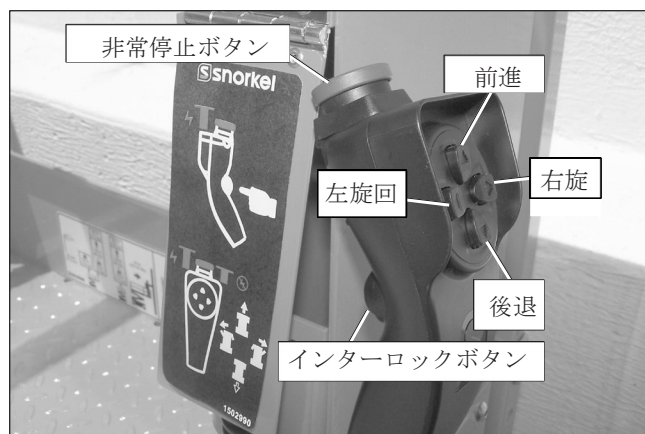

図10.3 - 積み込み操作盤
積み込み操作盤ペンダント（図10.3を参照）は、作業床の手すり上にある上部操作ボックスの下にあります。本機の積み込み時に、走行機能をここから操作できます。
2. 積み込み操作盤は、作業床の右側のゲートを上げてから操作します（図10.3を参照）。
4. 走行スイッチ（図10.3を参照）は押している間だけオンになるモーメンタリースイッチです。これらのスイッチで左右の前輪を操作して高所作業車を走行させます。
5. ステアリングスイッチ（図10.3を参照）は押している間だけオンになるモーメンタリースイッチです。これらのスイッチは、2つの前輪を操作して高所作業車の進行方向を制御します。